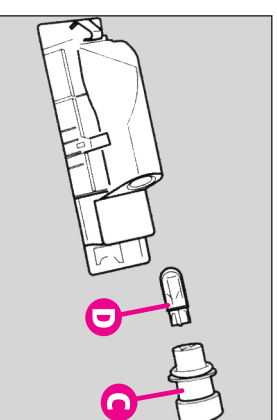

fig.47
-Scoateți suportul de bec (C-fig. 47) rotind ușor, și înlocuiți becul (D-fig.47)
-Puneți la loc suportul de bec (C-fig.47) rotind ușor: